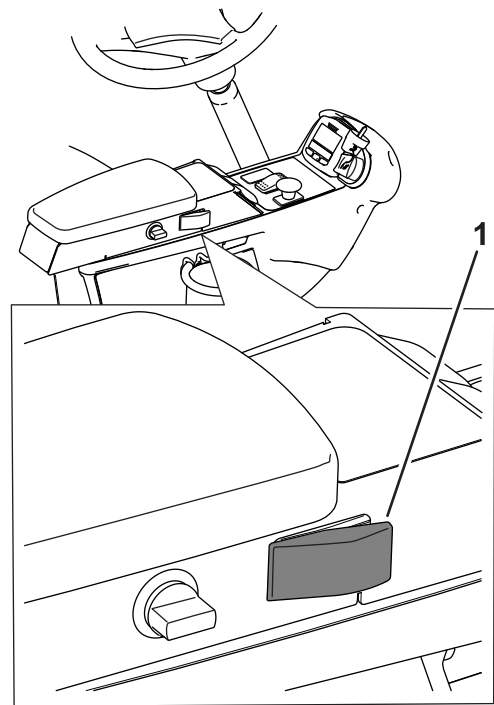
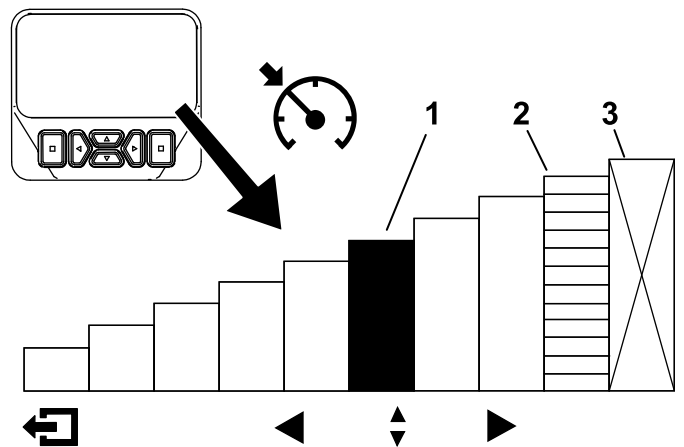

Figura 29
Figura 30
Después de activar el interruptor del control de crucero y establecer la velocidad (Figura 29), utilice el InfoCenter para ajustar la velocidad del control de crucero (Figura 9 y Figura 30).
1. Active el interruptor del control de crucero en la consola (Figura 29).
2. Utilice la pantalla del InfoCenter para ajustar la velocidad del control de crucero (Figura 30).